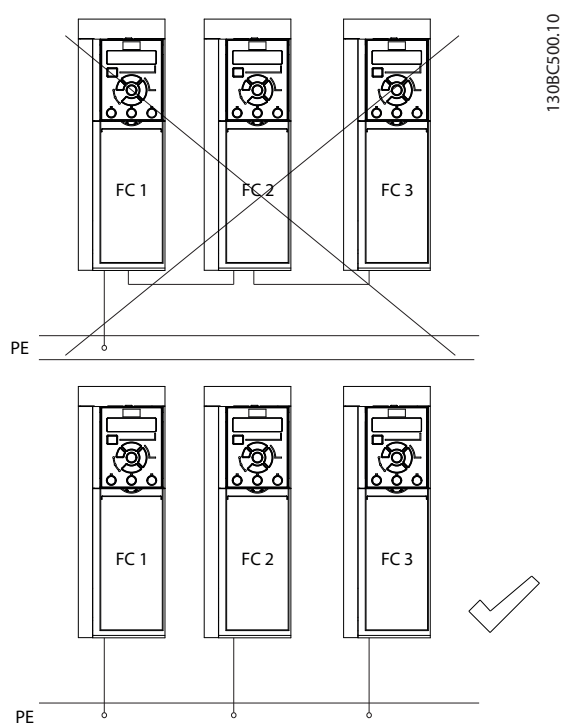

Ilustración 4.1 Principio de conexión a tierra
- No conecte a tierra un convertidor de frecuencia unido a otro en un sistema de cadena (consulte la *Ilustración 4.1*).